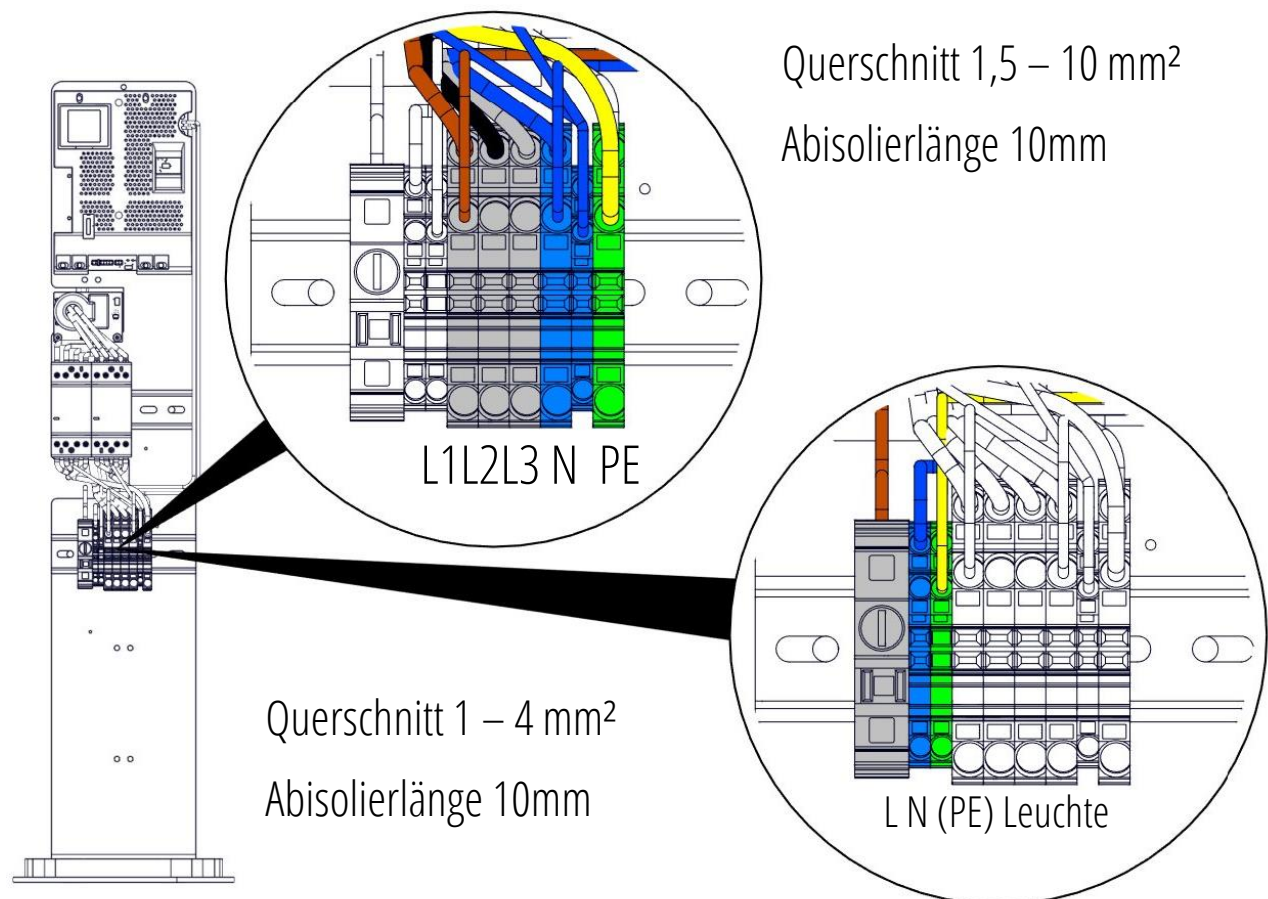

Abbildung 3 Anschlussposition der Zuleitung
2. Die Zuleitung der Laderegulierung gemäß **Abbildung 3** anschließen und diese anschließend mittels Kabelverschraubung zugentlasten und abdichten.
3. Die Zuleitung der Leuchte gemäß **Abbildung 3** anschließen und diese anschließend mittels Kabelverschraubung zugentlasten und abdichten.